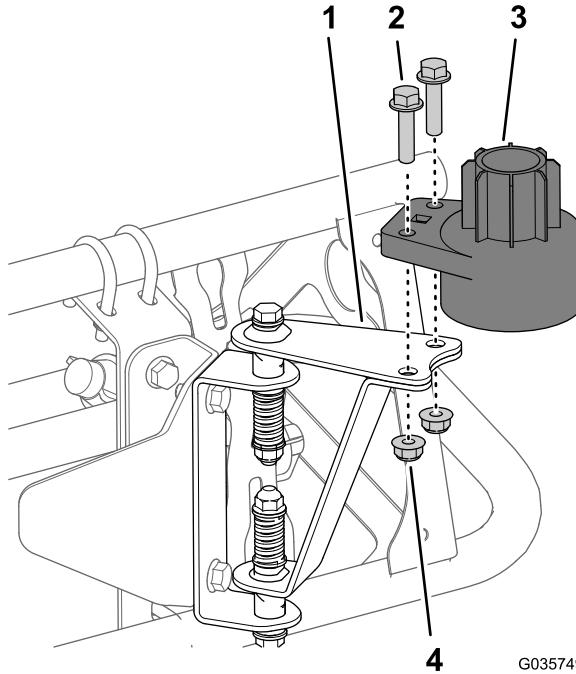

Figura 20
1. Montate l'alloggiamento del sensore inferiore sulla bulloneria di montaggio del sensore (Figura 20) con 2 bulloni (5/16" x 1 1/4") e 2 dadi di bloccaggio (5/16").